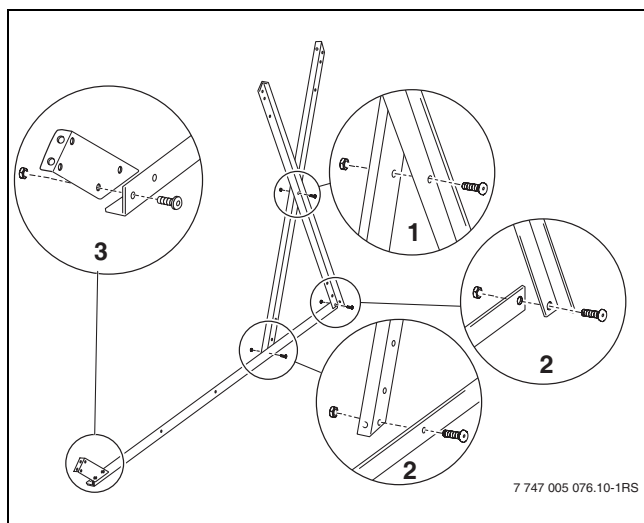

Fig. 10 Visser le rail en bas avec le rail de support-ballon
- Assembler par vis deux rails de support-ballon en croix (→ fig. 10, [1]) au milieu puis les monter sur le rail - en bas [2] de manière à ce que la surface au sol soit orientée vers l'intérieur.
- Visser l'appui inférieur (→ fig. 10, [3]) au bout du rail de support - en bas.